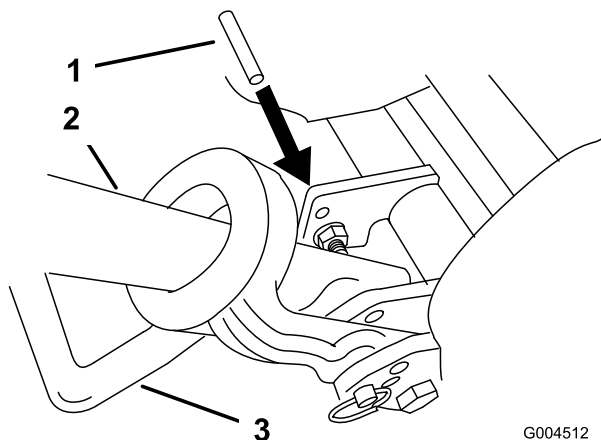

图3
2. 降低支撑架。将直径为 6.4mm 的插销或同类产品插入支撑架安装螺栓上的机架孔（图3）。